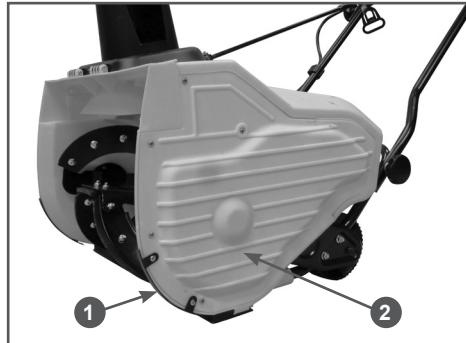

Рис. 10 Крышка ременной передачи
- Открутите винты крепления и снимите металлическую накладку 1 кожуха шнека и крышку 2 ременной передачи (Рис. 10).